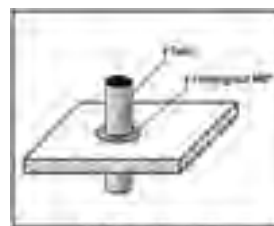

Fig. 6. Recibir tubería y casquillos
- Recibir tuberías, casquillos, elementos metálicos, etc. (fig. 6)